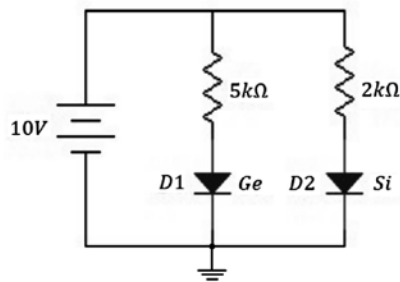

Figura 2.34 Ejercicio. Fuente: Elaboración propia
- i) Según el circuito de la figura 2.34, señale la respuesta correcta: